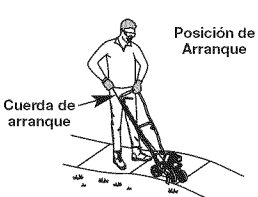

Fig. 7
8. Párese en la posición de arranque (Fig. 7). Incline la unidad hacia atrás de modo que la cuchilla no toque la tierra.